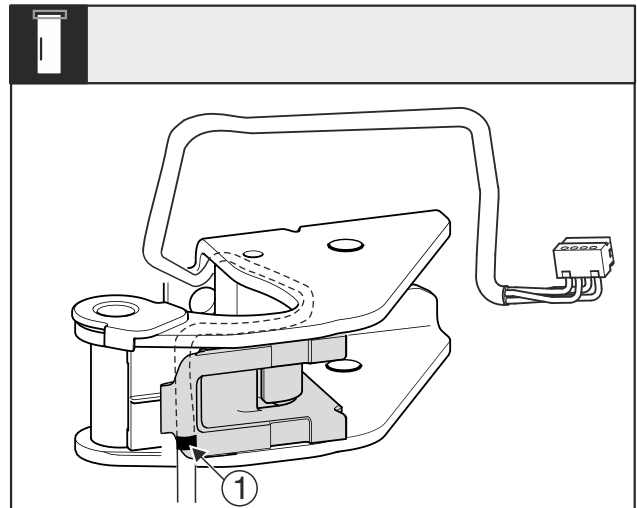

Fig. 27
- Mittlere Markierung Fig. 27 (1) muss dabei auf der Kante der Kabelhalterung liegen.